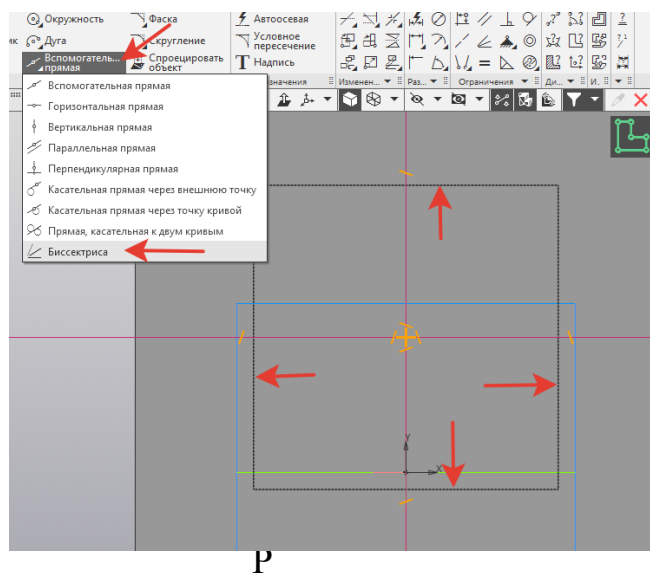

Рисунок 10.
9. Выполнить разметку центра с помощью *Вспомогательная прямая - Биссектриса* (Рисунок 10).